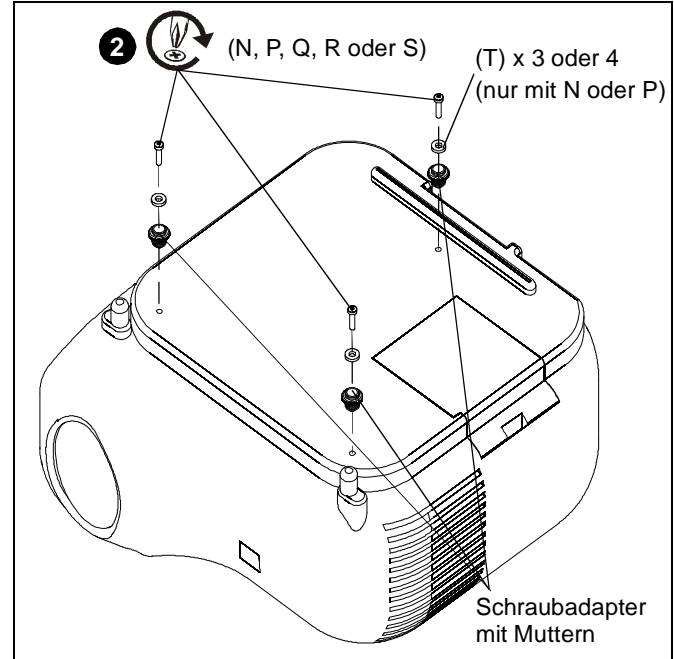

Abb. 14
2. Führen Sie die Schrauben durch die Schraubadapter mit den Höheneinstellmuttern in die Projektorlöcher ein. (Siehe Abb. 14)